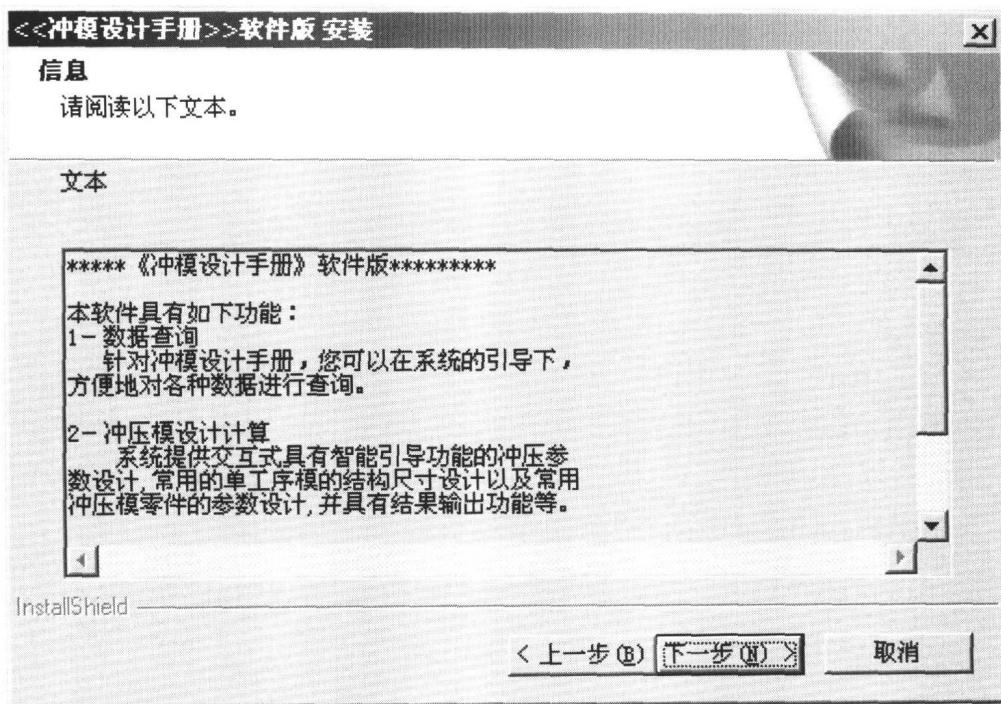

图 1.3 软件信息界面
- (4) 进入软件信息界面，如图 1.3 所示，概要介绍了《冲模设计手册（软件版）》VR1.0 的主要功能，单击“下一步”按钮。